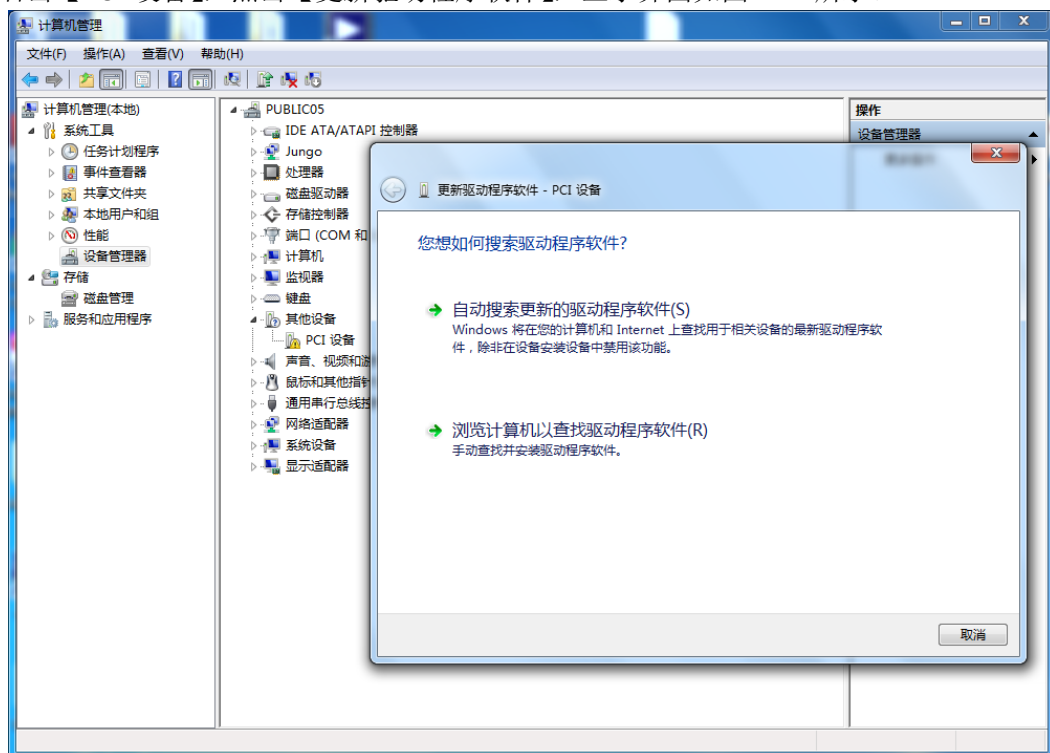
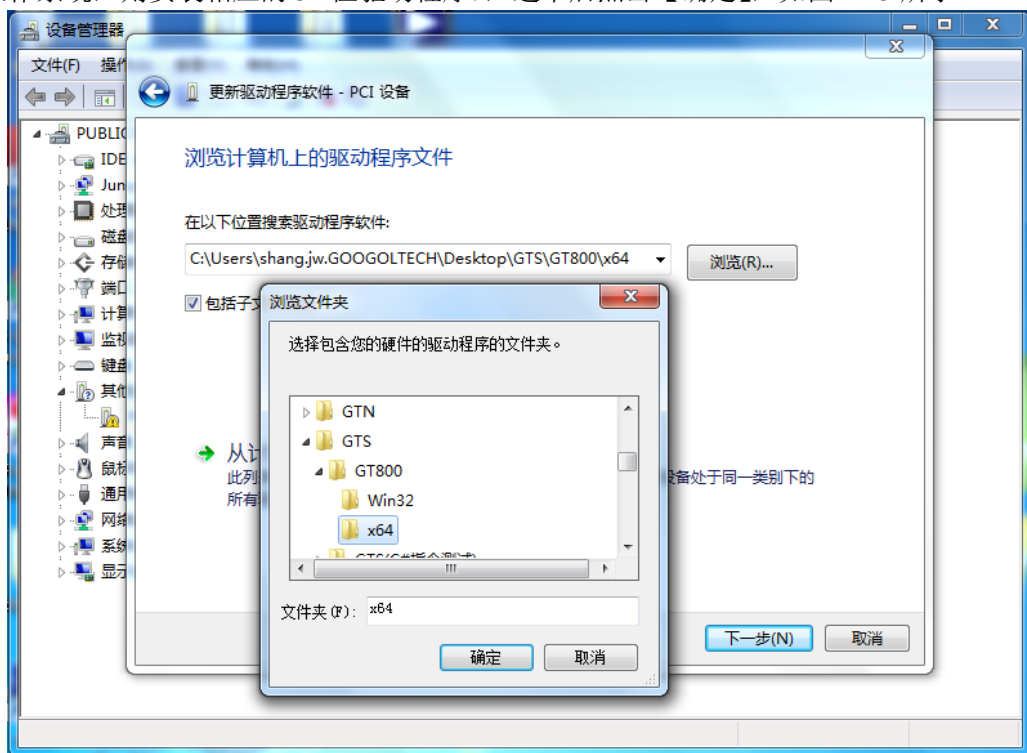
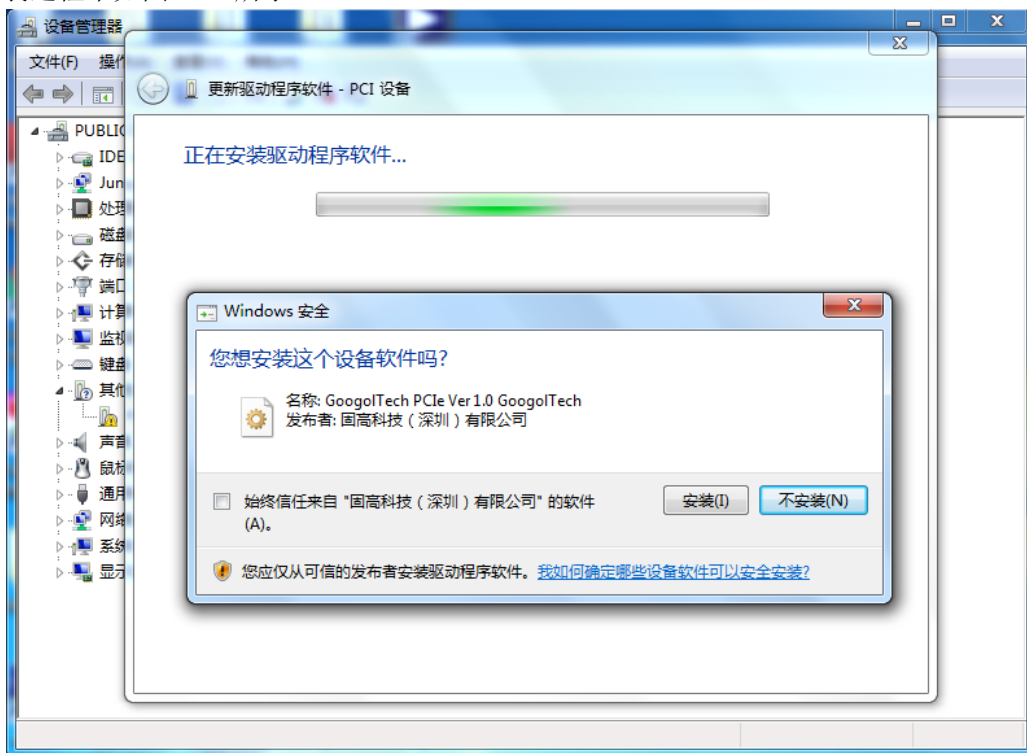
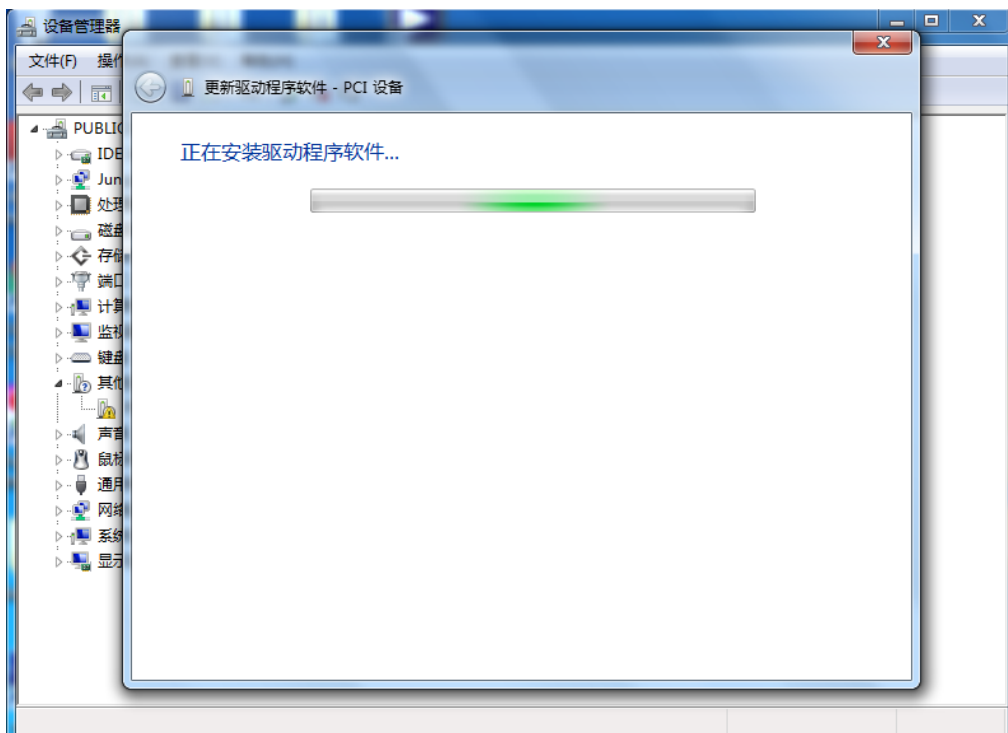

图 2-12 运动控制卡驱动程序安装界面 2
图 2-13 运动控制卡驱动程序安装界面 3
图 2-14 运动控制卡驱动程序安装界面 4
图 2-15 运动控制卡驱动程序安装界面 5
(2) 将光盘中的驱动程序先拷贝到电脑中（驱动程序在光盘中的路径为 \chinese\windows\Driver 或者 \english\windows\Driver）。示例中将驱动程序拷贝到了桌面...GTS\...中。
(3) 右击【PCI 设备】，点击【更新驱动程序软件】，显示界面如图 2-12 所示。
(4) 在图 2-12 所示的界面中，点击【浏览计算机以查找驱动程序软件】，在弹出的界面中点击【浏览】，找到驱动程序所在的位置（本电脑为 64 位操作系统，故安装 64 为驱动程序，若用户电脑为 32 为操作系统，则安装相应的 32 位驱动程序），选中后点击【确定】，如图 2-13 所示。
(5) 在找到驱动程序所在位置之后，在图 2-13 所示的界面中点击【下一步】，弹出如图 2-14 所示的提示界面，勾选“始终信任来自‘固高科技（深圳）有限公司’的软件（A）”后，点击【安装】按钮，驱动安装过程中如图 2-15 所示。